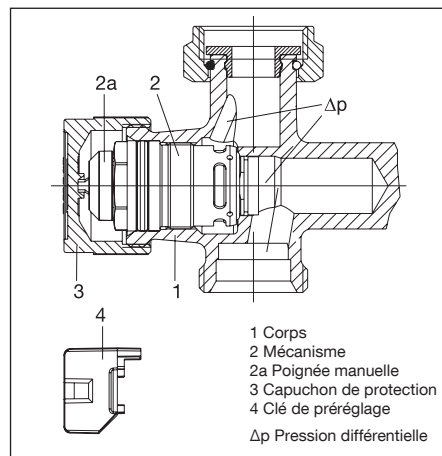

Fig. 5 Configuration du robinet thermostatique
Le débit maximal peut être réglé à l'aide de la clé de préréglage (pos. 4, fig. 5) (voir paragraphe 7.3).
Avec l'appareil de mesure raccordé, la pression différentielle disponible au corps de robinet est mesurée. Pour ce faire, dévisser le mécanisme (pos. 2, fig. 5) à l'aide du «Demo-Bloc» et effectuer une mesure avec la tige pour mesurer la pression différentielle. Dès que la pression différentielle mesurée atteint un niveau supérieur ou égal à la pression différentielle Δp_{min} (voir 4.1), elle est assez élevée pour permettre la régulation automatique du débit par le robinet.
Procéder au pré-réglage selon la valeur souhaitée à l'aide de la clé de pré-réglage (pos. 4, fig. 5). Le pré-réglage ne peut être effectué qu'à l'aide de la clé de pré-réglage fournie qui est montée sur la poignée manuelle (pos. 2a, fig. 5). Cela évite tout risque de dérèglement de la valeur réglée par des personnes non autorisées.